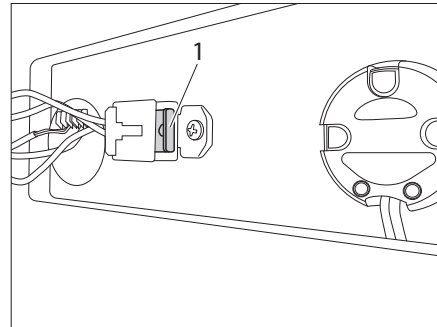

Figure 82 Changer le fusible
- Changer le fusible (Figure 82,1).